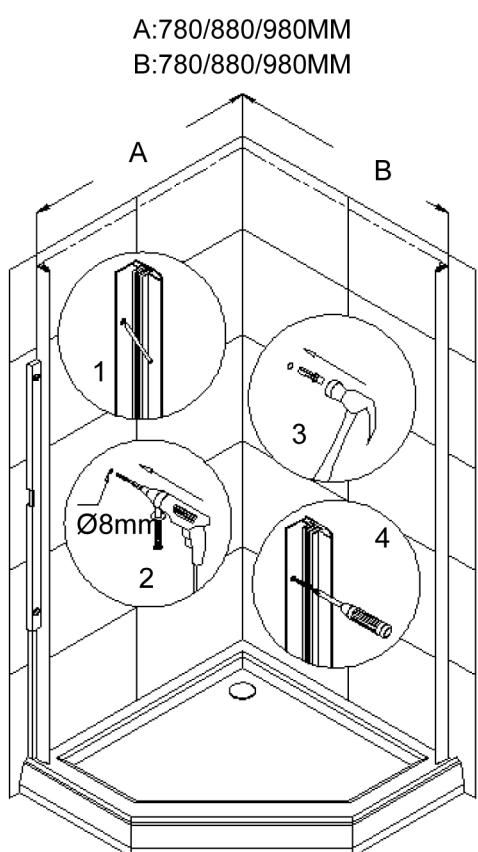

Рис. 3
3. Прислоните **Стенной профиль (01)** к стене на расстоянии 985мм от угла до наружней стенки профиля. Разберите **Стенной профиль** и отметьте отверстия на стене сквозь отверстия в **Стенном профиле (01)**. Уберите **Стенной профиль** в сторону, просверлите отверстия используя сверло диаметром $\varnothing=8\text{мм}$ и вставьте **Дюбеля (08)**. Во избежание потенциальной течи, нанесите слой герметика вдоль отверстий на стене. Снова поместите **Стенной профиль** обратно на **Поддон (21)** и зафиксируйте **Стенной профиль** к стене **Шурупами с полукруглой головкой ST4.2x30 (11)**. Также установите другой **Стенной профиль**. (Рис. 3)